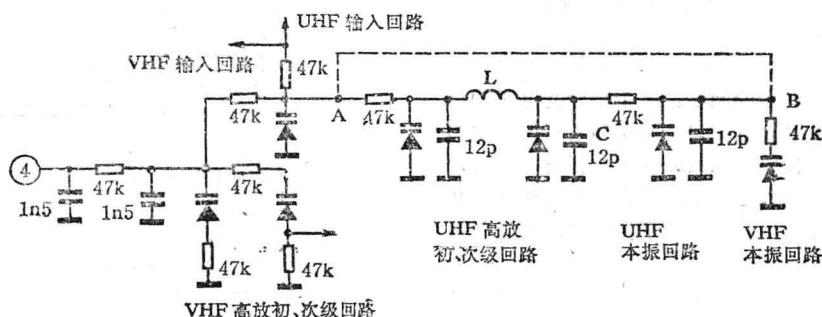

图 1-12
5. 打开高频头，草绘调谐电源供电电路如图 1-12（其他无关元件省略）。从草图 1-12 中可见，调谐电源经 VHF 高放回路——UHF 高放回路——UHF 本振回路——VHF 本振回路串联馈送。为快速确定故障部位，采用短路法，将草图中 A、B 两点用一根导线连接使调谐电源不向 UHF 电路馈电。开机后，VHF I、Ⅱ频段故障消失。可知漏电元件在 UHF 电路部位。
6. 电阻法测 UHF 回路变容二极管，正、反向阻值正常，重点检查三个与变容管并联的 12pF 电容，发现图 1-12 中标 C 的 12p 电容表面发黑，这个电容无引线，是焊在印刷板开槽中的平面电容，焊下后，去掉 A、B 点短路线，I、Ⅱ、U 均恢复正常。图象清晰稳定，伴音良好。此故障是由该电容漏电，引起